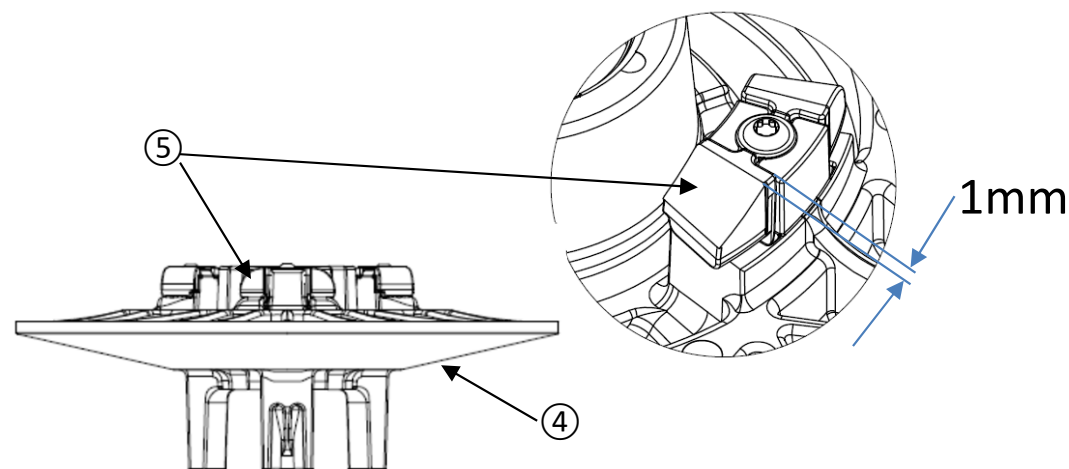

Figure 26
- Si les patins de came ⑤ sont usés à environ 1 mm avant d'entrer en contact avec le support du patin de came, ils doivent être remplacés (figure 26).